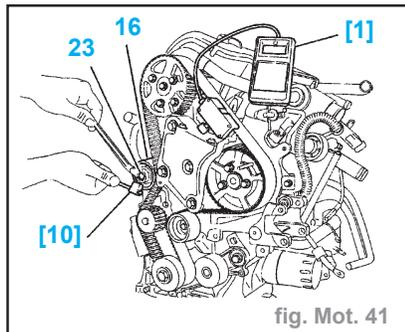

fig. Mot. 41
- Mettre en place l'outil [1] SEEM C. TRONIC type 105.5 (fig. Mot. 41).
- l'écrou (23) (fig. Mot. 41)
- Mettre en place l'outil [1] (fig. Mot. 41).
- Tourner le galet tendeur (16) dans le sens inverse des aiguilles d'une montre (à l'aide de l'outil [10]).
- Serrer l'écrou (23) à 1,8 daN.m (sans modifier la position du galet (16)).